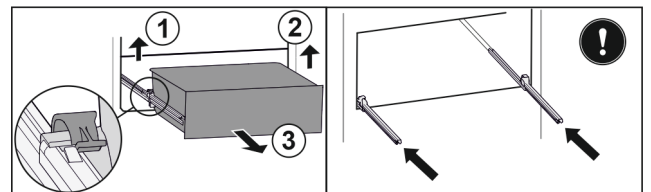

Fig. 61
- Ngrini lart kapësen e majtë dhe në të njëjtën kohë tërhiqni nga përpara sirtarin e majta. Fig. 61 (1)
- Ngrini lart kapësen e djathtë dhe në të njëjtën kohë tërhiqni nga përpara sirtarin nga e djathta. Fig. 61 (2)
- Hiqeni sirtarin nga përpara. Fig. 61 (3)